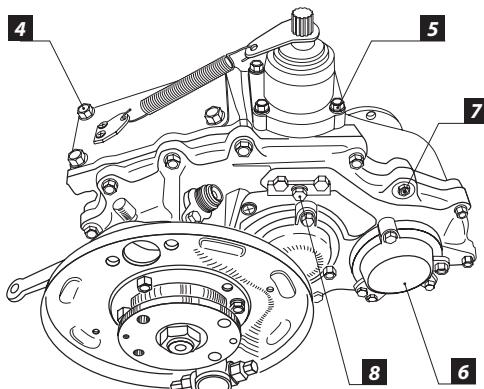

Рис. 3
5. Открутите 4 болта крепления крышки люка [4] (Рис. 3).
6. Снимите механизм переключения, открутив 4 болта [5] (Рис. 3).
7. Открутив по 3 болта M8, снимите крышки подшипников [6] (Рис. 3), стопорные кольца подшипников также необходимо снять.
8. Открутите болты крепления по контуру крышки картера [7] (Рис. 3) и разъедините корпус картера и крышку.
9. Открутите болт крепления пластины штоков переключения [8] (Рис. 3).